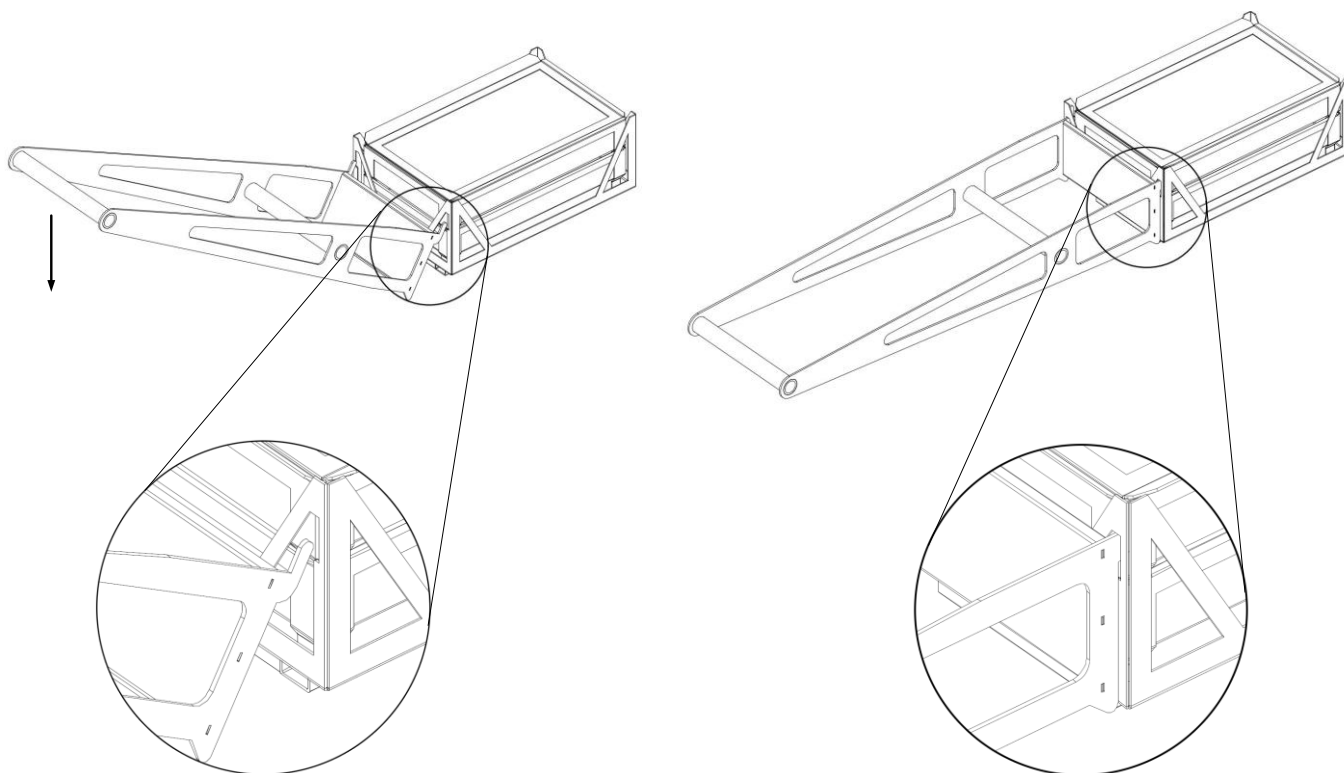

Рисунок 4 – Установка и изъятие формы из камеры печи с помощью ухвата
2.3.2.2 Для установки и извлечения формы из камеры печи использовать ухват. Для этого необходимо наклонить ухват, ввести крючки в пазы в поддоне до упора и опустить его в горизонтальное положение (см. рисунок 4).